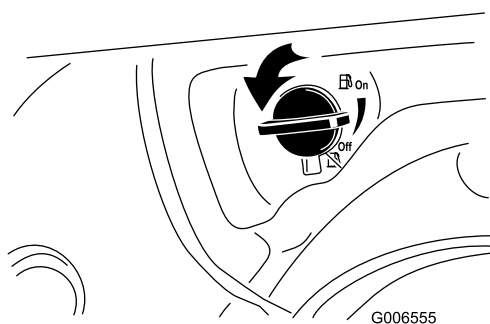

Рисунок 20
2. Поверните отсечной топливный кран на 1/4 оборота против часовой стрелки для того, чтобы открыть его (Рисунок 20).